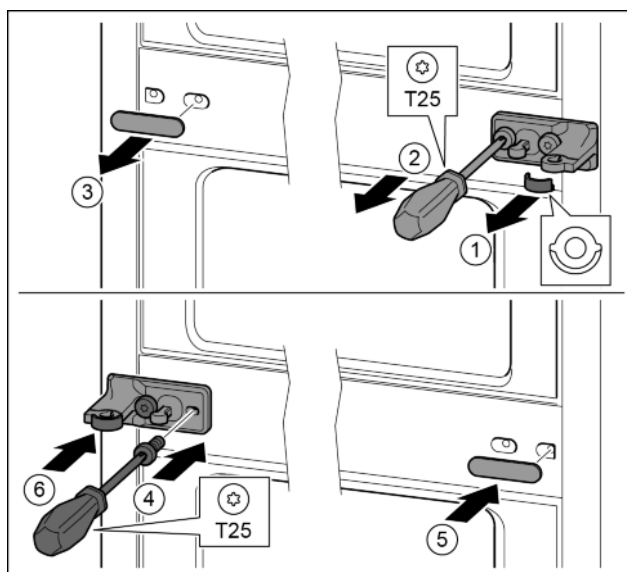

Fig. 34
- ▶ Zdjąć podkładkę. Fig. 34 (1)
- ▶ Śruby wykręcić przy pomocy śrubokręta T25. Fig. 34 (2)
- ▶ Ostrożnie zdjąć osłonę. *Fig. 34 (3)*
- ▶ Płytkę zawiasu wraz z folią obrócić o 180° przykręcić z drugiej strony. *Fig. 34 (4)*
- ▶ Osłonę obrócić o 180° założyć z drugiej strony. *Fig. 34 (5)*
- ▶ Podkładkę wsunąć od przodu. *Fig. 34 (6)*